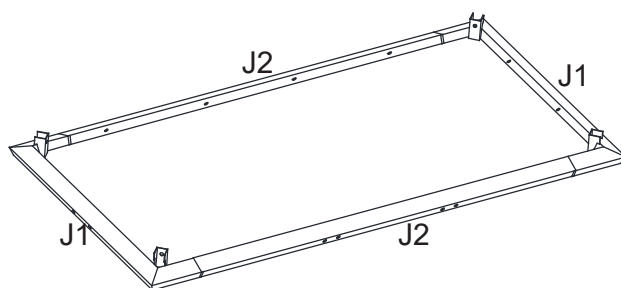

Figure 7-2
7.2. Répéter l'opération pour les côtés et les extrémités opposés. Serrez tous les boulons. Voir la figure 7-2.